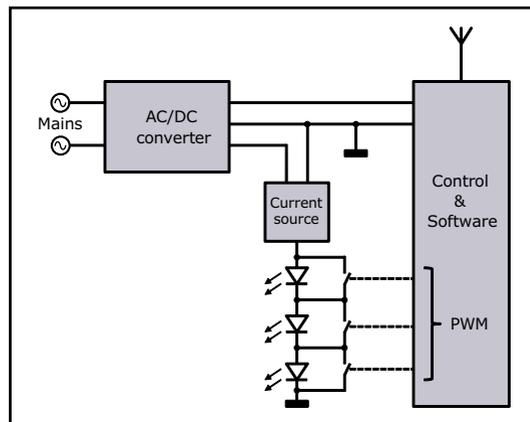

Figure 3.
A. Vroegop et son équipe ont développé l'alimentation à découpage et le circuit de commande des LED. Pour des raisons de droits de propriété intellectuelle, la **figure 3** ne reproduit qu'une version simplifiée du schéma de principe du pilotage des LED.